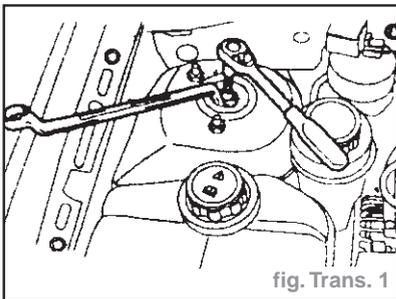

fig. Trans. 1
- Desserrer de cinq tours l'écrou de jambe de suspension (côté droit illustré). Maintenir la tige de piston à l'aide d'une clé Allen (fig. Trans. 1).
- Serrer l'écrou de jambe de suspension (fig. Trans. 1) :